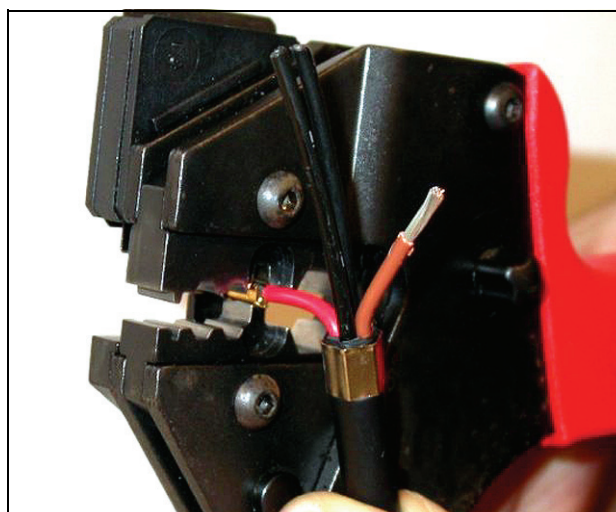

figura 30.14: Engarce del contacto de un conector (2)
- 11 Inserte uno de los hilos pelados en el área de contacto del contacto del conector y cierre la herramienta engarzadora para engarzar el contacto del conector sobre el hilo de cobre (consulte figura 30.14).